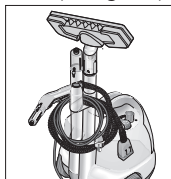

Fig. 11: Oprydning
- Stik de to forlængerrør i tilbehørsholderen (A6) på bagsiden af aggregatet enkeltvis. Stik gulvdysen (H1) på et forlængerrør (se fig. 11).